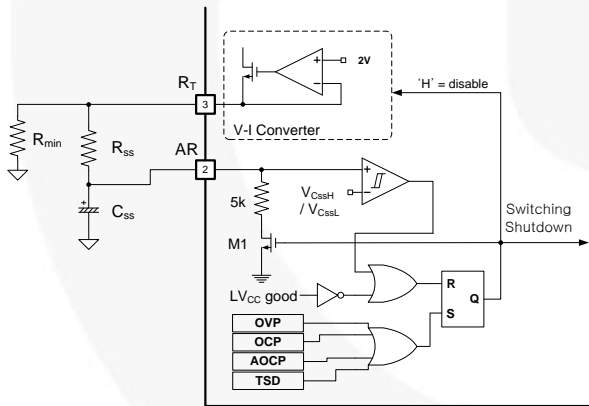
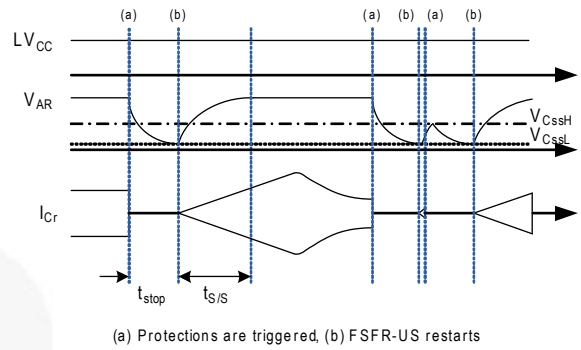

图 20. AR 引脚的内部框图
图 21. 自动重启操作
4. 自动重启: 即使使用外部电源电压来触发任何内置保护, FSFR-XS 系列也可自动重启。如图 20 和图 21 中可看出, 一旦触发任何保护, M1 开关将接通并且 V-I 转换器被禁用。C_{SS} 开始放电, 直至 C_{SS} 上的 V_{CSS} 降至 V_{CSSL}。然后, 所有保护复位, M1 关断, 并且同时 V-I 转换器恢复。FSFR-XS 再次通过软启动开始开关操作。如果在 V_{CSS} 处于 V_{CSSL} 和 V_{CSSH} 电平以下时触发保护, 将立即终止开关操作, V_{CSS} 继续增大直至达到 V_{CSSH}, 然后 C_{SS} 被 M1 放电。